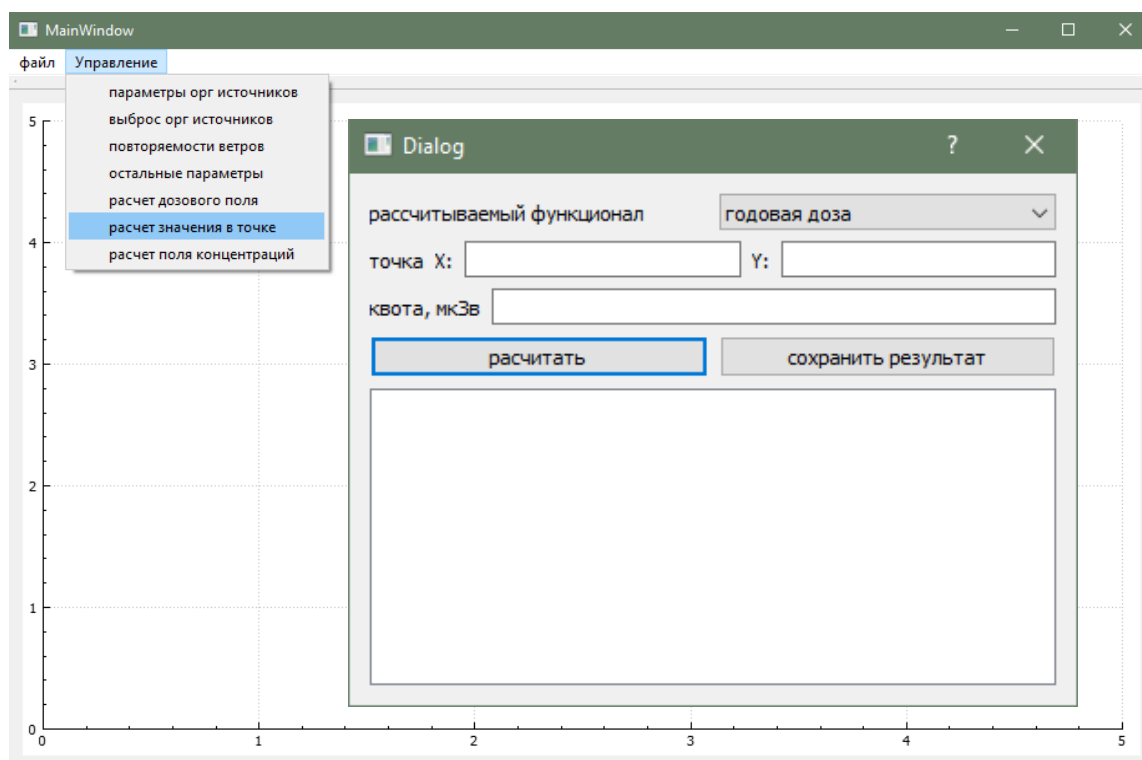
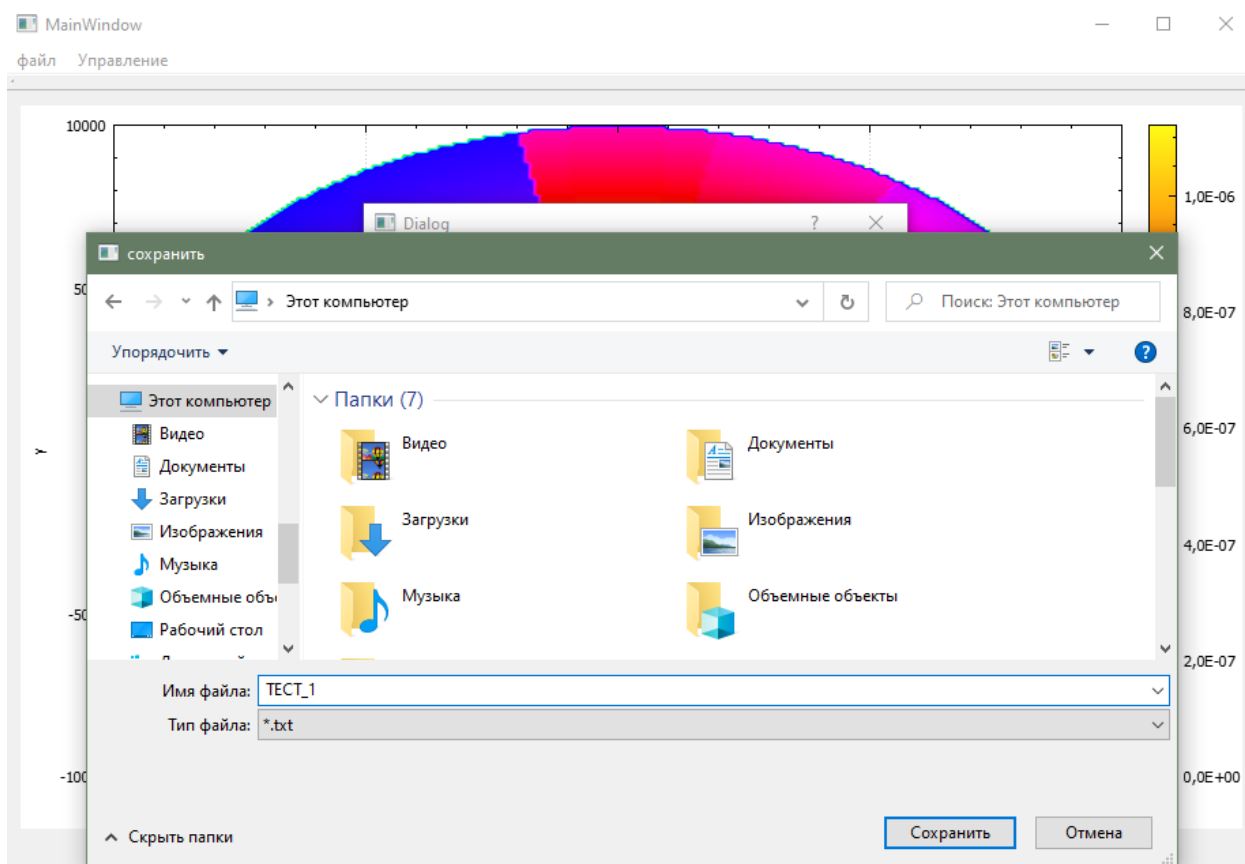

Рисунок 10 – Задание условий расчета значений в точке
Рисунок 14 – Сохранение результата расчета значений в точке в виде текстового файла.
Расчет значения в точке производится нажатием кнопки «расчет значения в точке» в пункте меню «Управление». При нажатии указанной кнопки всплывает диалоговое окно (см. рисунок 10), где в поля «Х» и «У» надо вбить значения координат интересующей точки в метрах.
2) Если необходимо вывести полученные значения в точке в виде текстового файла, то в открытом диалоговом окне (см. рисунок 10) нажать кнопку «сохранить результат», после чего откроется окно «Проводник», в котором можно определить путь сохранения файла и название сохраняемого файла (см. рисунок 14). Затем, в случае необходимости открыть файл после прекращения работы с калькулятором нормативов, можно найти по выбранному пути сохранения.